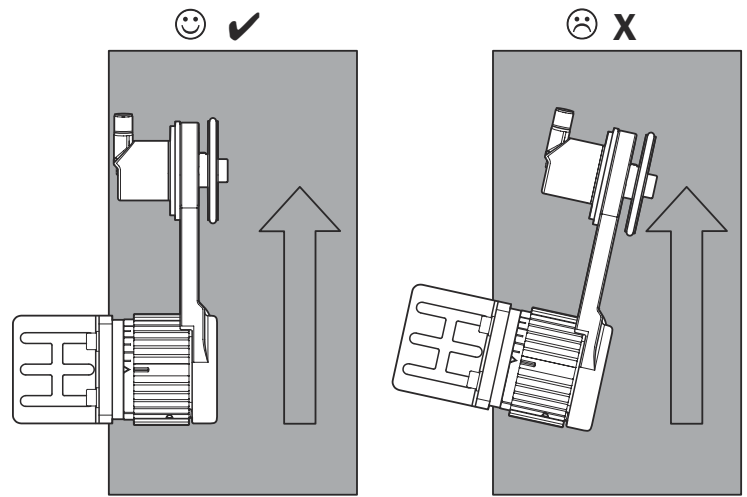

Abbildung 5: MWS120 montiert und auf die Bewegungsrichtung der Messoberfläche ausgerichtet
- ▶ Bei der Montage muss das Gerät auf die zu messende lineare Bewegung ausgerichtet werden (**Abbildung 5**). Andernfalls kann eine Zerstörung oder Beschädigung des Geräts oder ein vorzeitiger Verschleiß des Messrads die Folge sein.